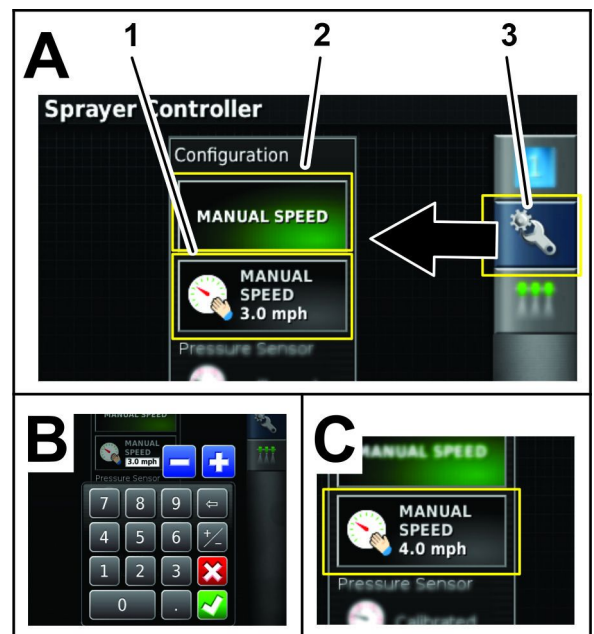

Figura 179
6. Pulse el icono VELOCIDAD MANUAL (Figura 179).
7. Pulse el icono Introducción manual de velocidad (Figura 179).
8. Utilice el teclado en pantalla para introducir la velocidad simulada y pulse el icono Confirmar (Figura 179).